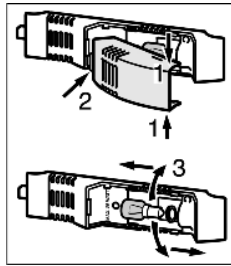

Fig. 3
- ▶ Die Lampenabdeckung oben und unten fassen *Fig. 3 (1)*.
- ▶ Lampenabdeckung hinten ausrasten und aushängen *Fig. 3 (2)*.
- ▶ Die Glühlampe auswechseln *Fig. 3 (3)*.